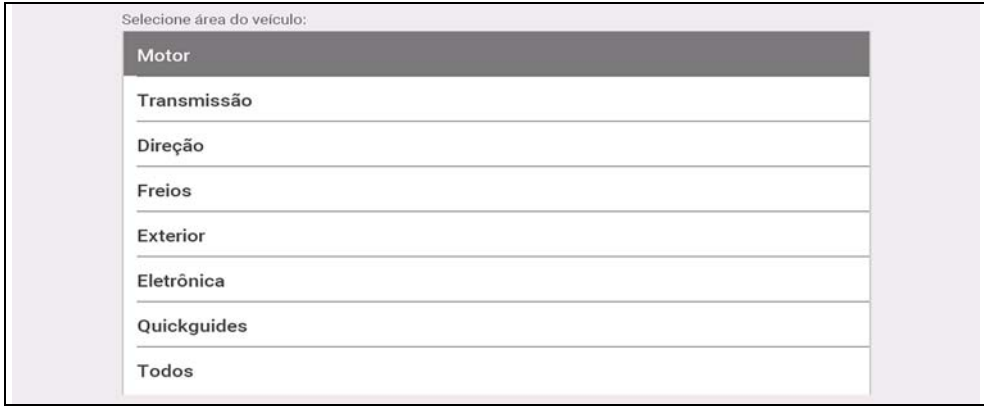

Figura 9-2
3. Selecione uma área do veículo (p. ex.: **Motor, Transmissão, Freios**, etc.) (Figura 9-2).